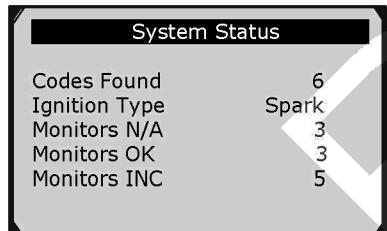
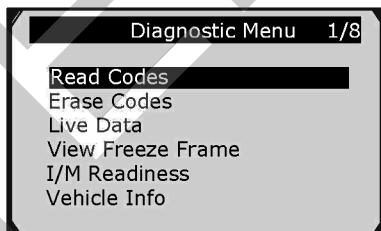

Рисунок 4-1
Рисунок 4-3
7) Ознакомьтесь со сводной информацией о состоянии системы (состояние индикатора MIL, количество диагностических кодов неисправностей, статус монитора), отображаемой на экране дисплея сканера (см. рисунок 4-1). Подождите несколько секунд или нажмите любую кнопку, чтобы перейти в **меню диагностики** (см. рисунок 4-3).
- 1) С помощью **кнопки прокрутки** выберите пункт **Erase Codes [Стереть коды]** в **меню диагностики**, а затем нажмите **кнопку ввода/выхода**. См. рисунок 4-3.
- 1) Для просмотра **оперативных данных** используйте **кнопку прокрутки**, чтобы выбрать пункт **Live data [Оперативные данные]** в меню диагностики, а затем нажмите **кнопку ввода/выхода**. См. рисунок 4-3.
- 1) Для просмотра **данных стоп-кадров** используйте **кнопку прокрутки**, чтобы выбрать пункт **View Freeze Frame [Просмотреть стоп-кадр]** в меню диагностики, а затем нажмите **кнопку ввода/выхода**. См. рисунок 4-3.